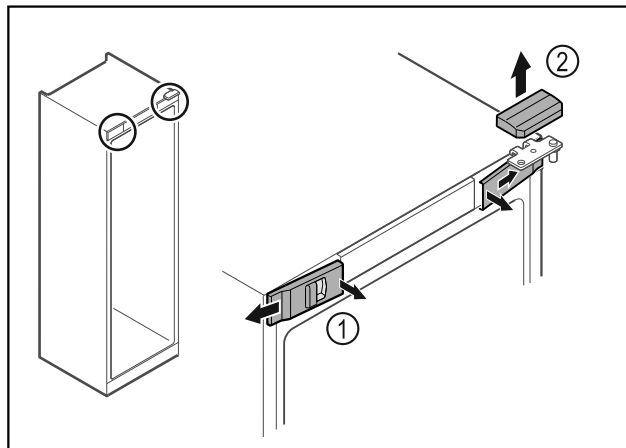

Fig. 12
- Pattintsa ki belül az elülső burkolatokat Fig. 12 (1), és tegye félre.
- Vegye le felfelé a felső burkolatot Fig. 12 (2).